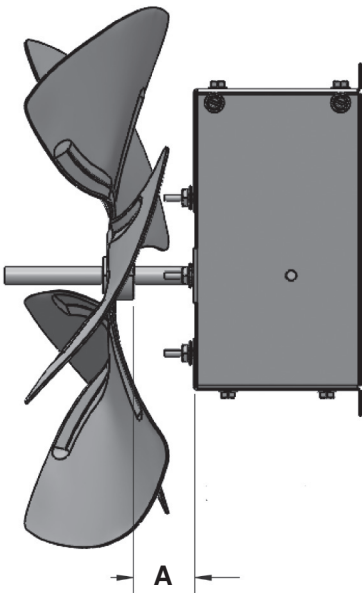

Figure 7. Espacement du ventilateur et du moteur (reportez-vous au Tableau 6)
- 7. Assurez-vous que la roue du ventilateur est positionnée correctement sur l'arbre (voir Figure 7) et que la vis de réglage est serrée conformément au couple indiqué dans le Tableau 6.
*Voir Figure 7 .